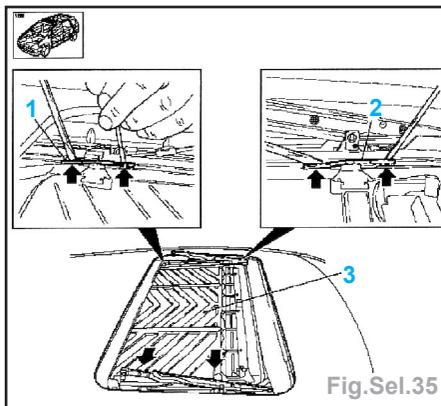

Fig.Sel.35
- Enfoncer le pare-soleil (3) dans le sens de la flèche (Fig.Sel.35).